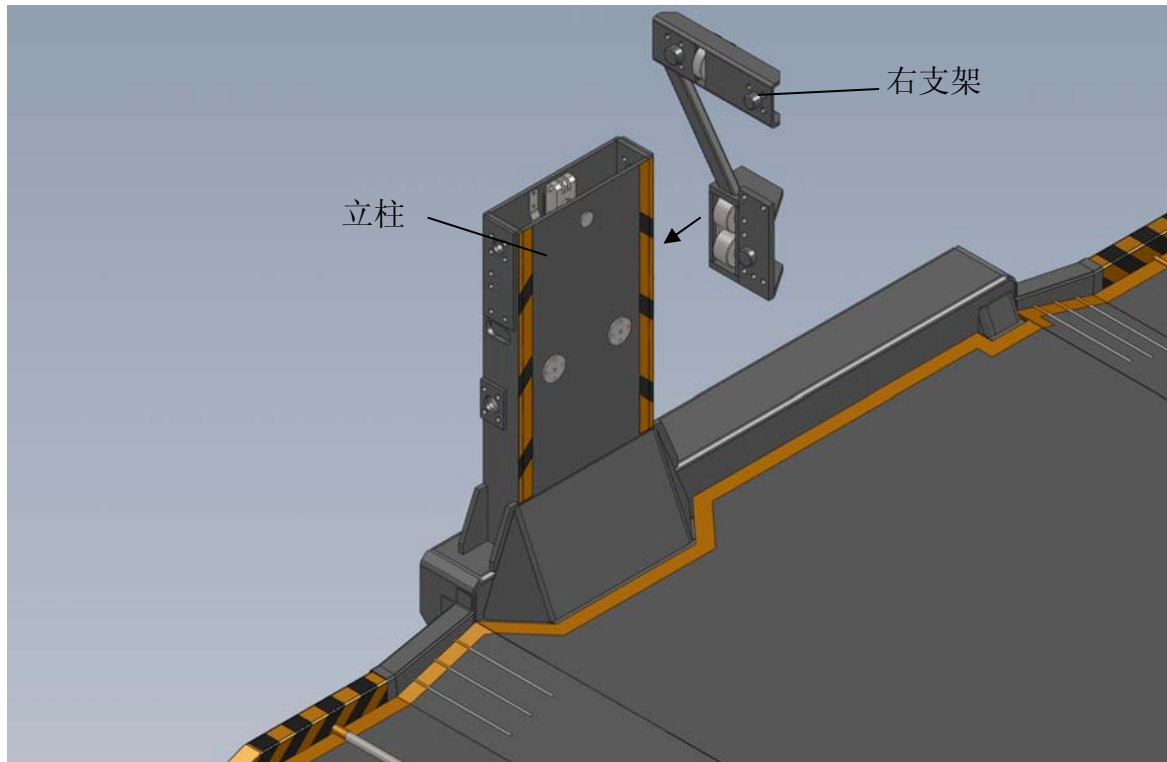

图 4
- 5.4.7 按图 4 箭头方向将右支架安装在立柱上，并拧上 M16 的螺栓（不可紧固），保证右支架不会掉落；